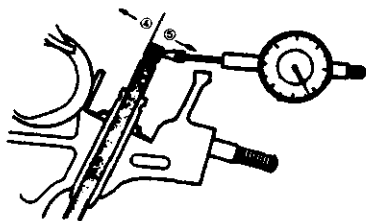

图 2-23 检查气门杆尾端的偏摆
使用卡尺测量气门杆的直径，应多点测量，不要只在一处测量直径的数据。如图 2-23 所示，使用千分表测量气门杆尾端偏摆，向④⑤方向移动气门尾端，如表针摆差超过使用限度应进行更换。气门杆尾端偏摆使用限度：进气门为 0.12 mm，排气门为 0.16 mm。